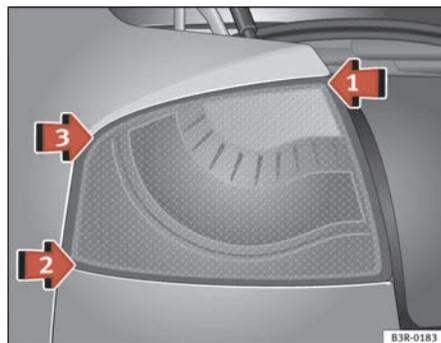
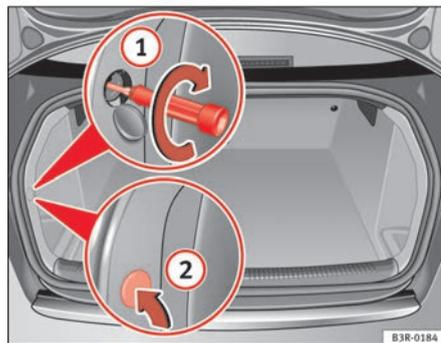

Fig. 212 Montar a unidade de luz traseira
Fig. 213 Bagageira: Posição do parafuso de fixação da unidade de luz traseira
- Primeiro, coloque a unidade de luz traseira ⇒ fig. 212 seta ① no alojamento.
- Pressione ligeiramente a unidade de luz traseira, primeiro no ponto ② e depois no ponto ③ contra o alojamento, até que os cliques assentem firmemente nos apoios de borracha.
- Exerça uma ligeira pressão sobre a parte superior da unidade de luz traseira e fixe-a com a chave de parafusos através da bagageira ⇒ fig. 213 ①.
- Volte a colocar no seu lugar a cobertura do revestimento interior ②.